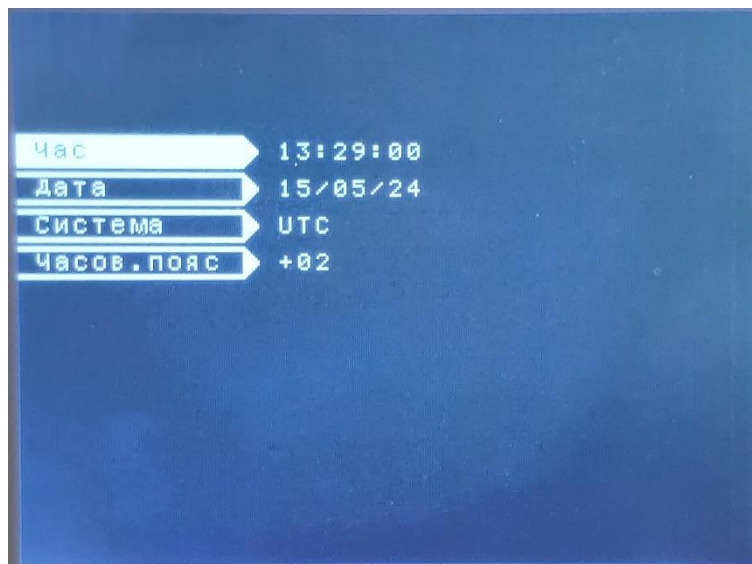

Рисунок 23 – Розділ «Дата і час»
4. «Дата і час» - розділ призначений для встановлення дати і часу «ОРІОН» АПК ОІ RХ (див. рисунок 23).